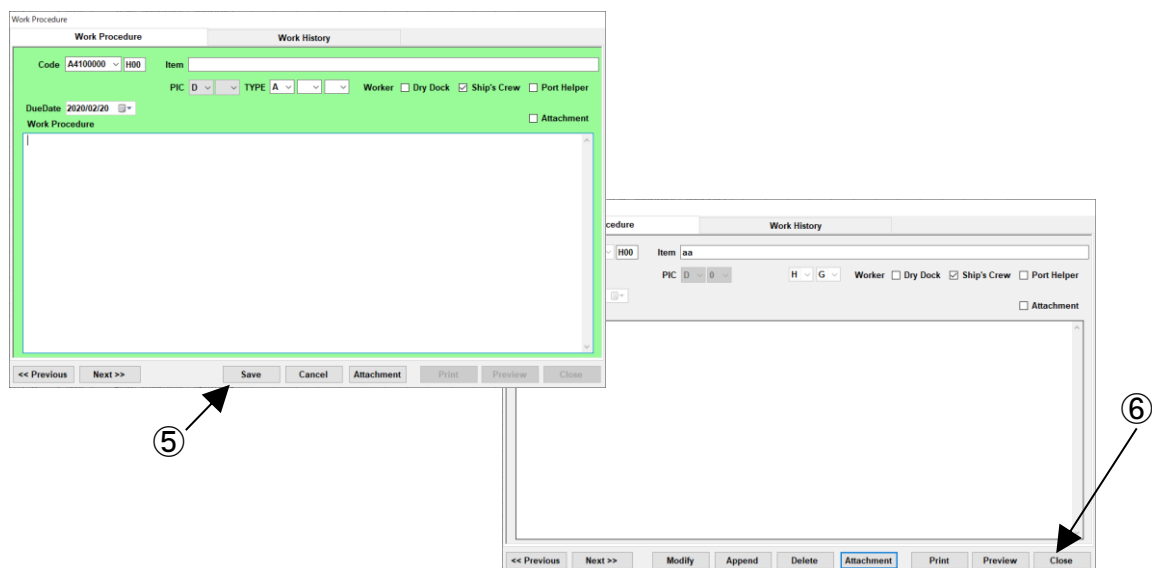

図 11-7 Work Procedure 画面
- ③ “Work Procedure 画面”(図 11-7)が表示されます。
- ④ 以下のデータを入力してください。